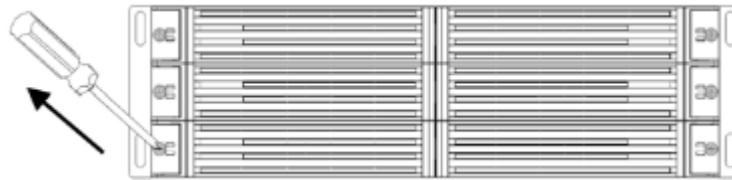

FIG. 2
10. Retirez les six (6) vis de fixation du panneau avant. (FIG. 2)